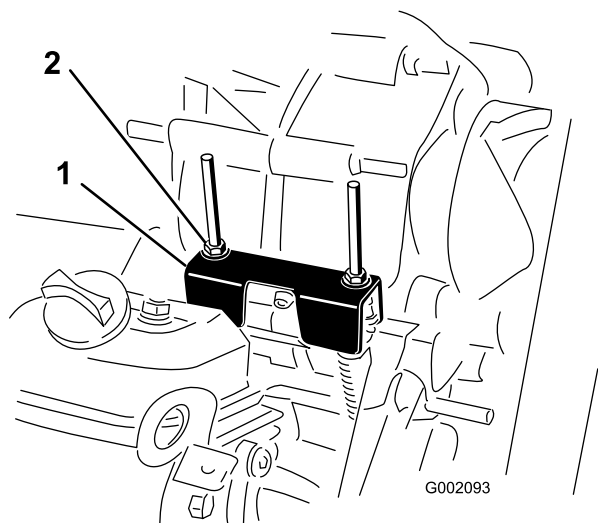

Figure 67
Lors des entretiens courants et/ou des diagnostics du moteur, vous devez placez la boîte-pont au point mort (Figure 67). La position point mort de l'inverseur de marche commande le point mort de la boîte-pont. Procédez comme suit pour vérifier que le point mort de l'inverseur de marche actionne correctement le point mort de la boîte-pont :
2. Vérifiez que la patte de réglage du point mort est à la position point mort (au même niveau que le support de fixation du câble situé sous la patte d'inversion de marche) en tournant l'embrayage (Figure 67).
3. Tournez un des contre-écrous (Figure 67) pour obtenir un espace de 0,762 à 1,524 mm entre le bas de l'écrou/la rondelle et la patte de réglage du point mort.